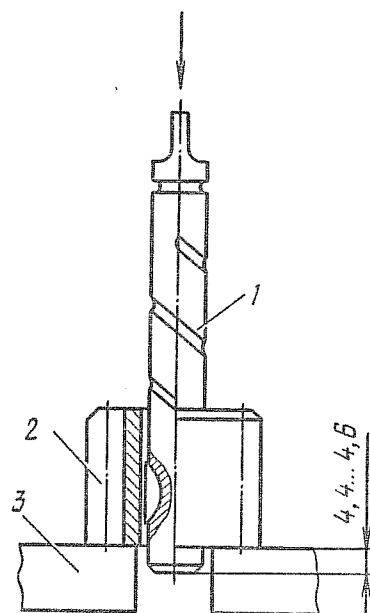

Рис. 105. Напрессовка ведущей шестерни на валик масляного насоса:
3.2. Установить ведущую шестерню 2 (рис. 105) в тиски и ударами молотка через медную наставку по валику 1 напрессовать на валик ведущую шестерню 2 (тиски 1-150, молоток 500 г, наставка медная).